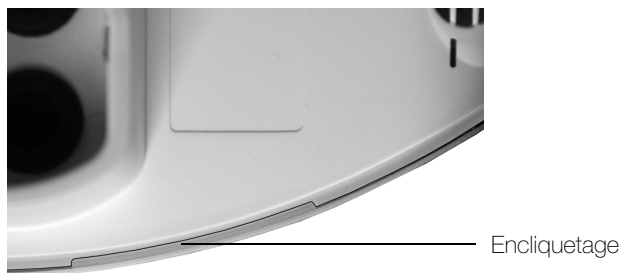

fig. 61 Multicapteur vu de dessous, encliquetage
- Raccordez le blindage du câble de raccordement d'un côté à la terre (PE).
- Vérifiez que le couvercle et la partie inférieure sont bien encliquetés. La fig. 61 montre le multicapteur fermé vu de dessous.